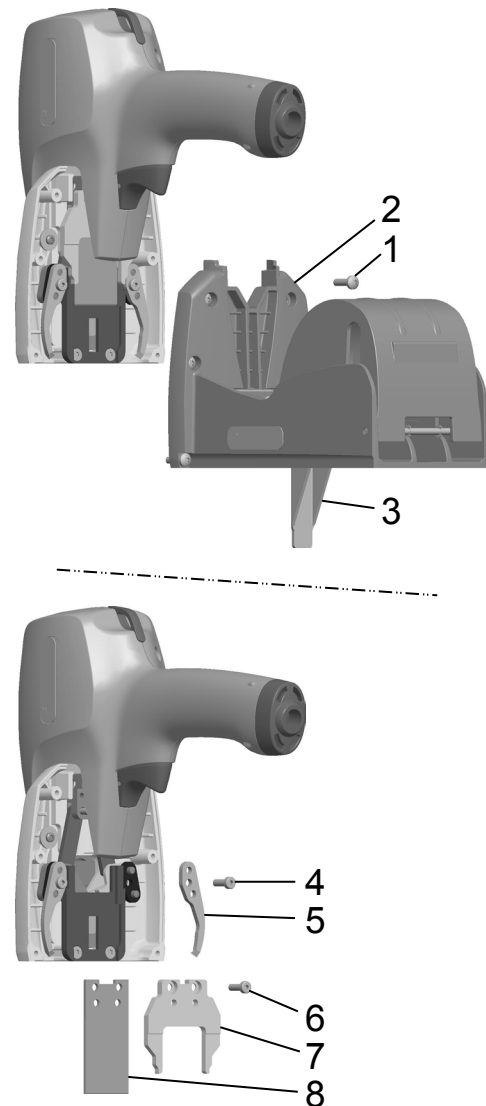

Fig. 11
- Sechs Schrauben (Fig. 11/1) am hinteren Gehäuse entfernen.